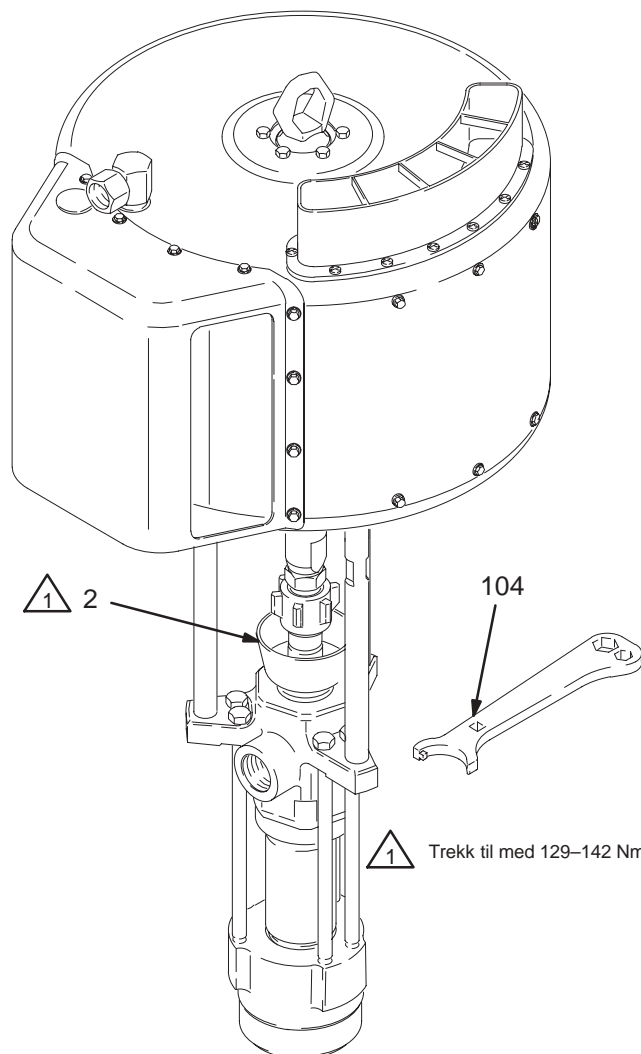

Fig. 3
Før start skal pakkmutteren (2) fylles 1/3 full med Graco Throat Seal Liquid (TSL) eller et tilsvarende løsningsmiddel. Se Fig. 3.